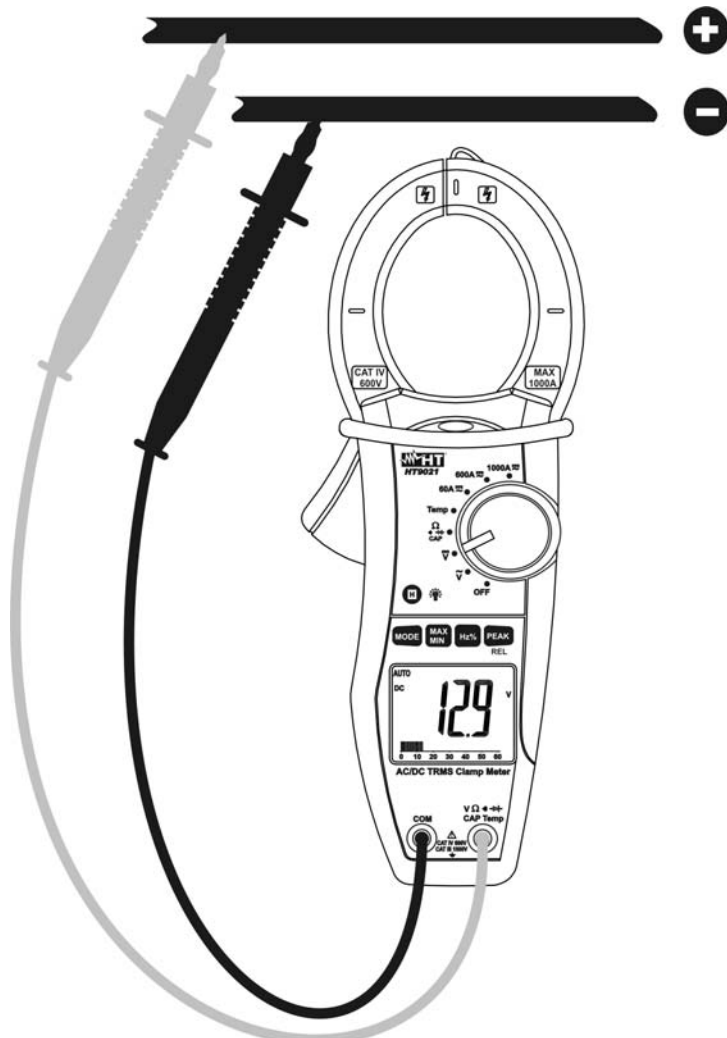

Fig. 4: Uso della pinza in misura di Tensione DC
2. Inserire il cavo rosso nel terminale di ingresso $V\Omega\overline{V}$ CAP Temp e il cavo nero nel terminale di ingresso COM (Fig. 4)